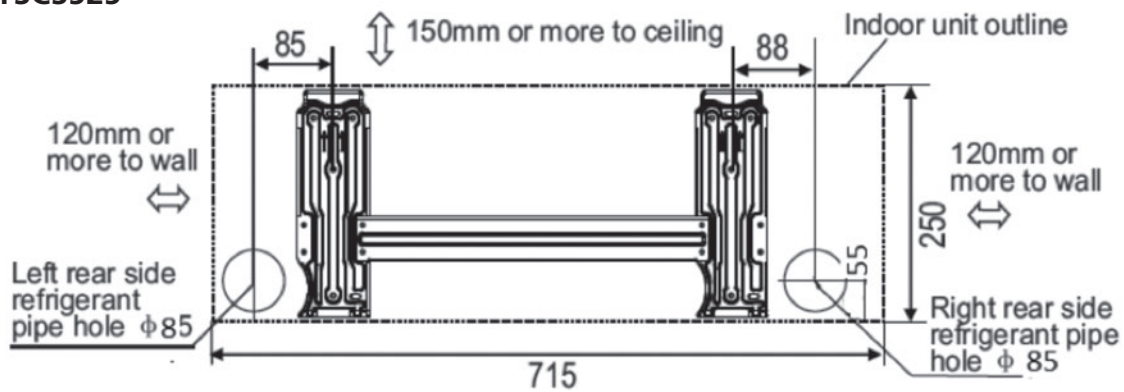

Afbeelding 8
- Breng de installatieplaat ① horizontaal op een voldoende stevige wand aan en houd een ruimte rond de installatieplaat aan. Zie afbeelding 8
- Als de wand is gemaakt van baksteen, beton of een vergelijkbaar materiaal, dienen acht gaten met een diameter van 5 mm in de wand te worden geboord. Breng de pluggen ② voor de desbetreffende bevestigingsschroeven ③ aan.
- Monteer de installatieplaat ① op de wand met acht schroeven van het type "A" ③.